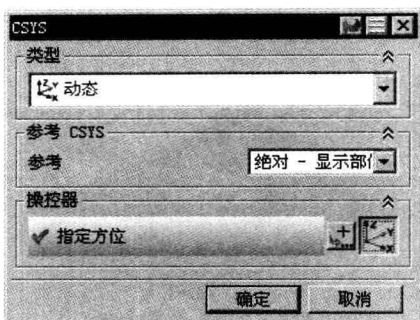

图 1.4.3 “CSYS”对话框
Step4. 在“MCS”对话框 **机床坐标系** 区域中单击“CSYS 对话框”按钮 ，系统弹出图 1.4.3 所示的“CSYS”对话框，在 **类型** 下拉列表中选择 **动态**。